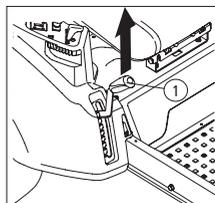

Fig. 28
1. Utilizando a alavanca (1) para erguer a bandeja, eleve a bandeja para a posição que propicia a posição mais horizontal de trabalho das correias entre as polias de tensão da bandeja e a polia das lâminas na parte inferior do motor, [Fig 28].
Por baixo da traseira do equipamento, deslize a correia para fora da polia das lâminas na parte inferior do motor, [Fig 28].